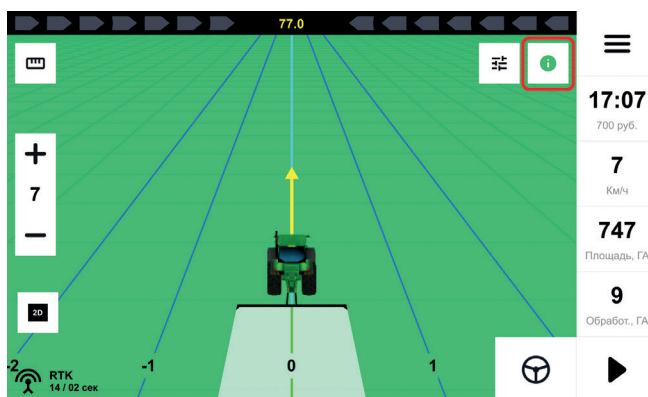

Рисунок 64. Рабочее окно
1.1. В рабочем окне навигатора нажмите на кнопку вызова панели индикаций (см. Рисунок 64).
(см. Рисунок 64. Подруливающее устройство)